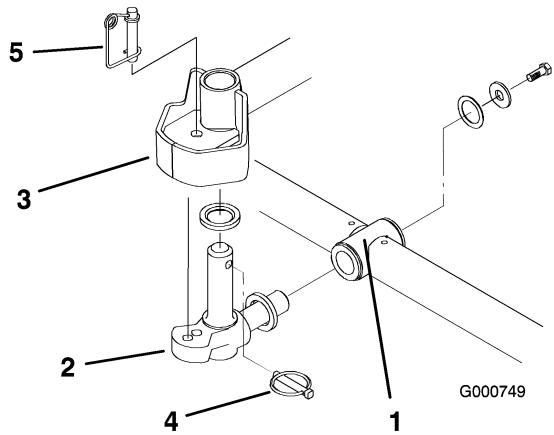

Figura 5
6. Introduzca una arandela de empuje en el eje horizontal del pivote tal y como muestra Figura 5.
7. Introduzca el eje horizontal del pivote en el tubo de montaje del bastidor de tiro (Figura 5).
8. Fije el pivote al bastidor de tiro con una arandela de empuje, una arandela plana y un tornillo de caperuza con arandela prensada (Figura 5).
9. Introduzca una arandela de empuje en el eje vertical del pivote (Figura 5).
10. Si no está ya instalado, introduzca el eje vertical del pivote en el buje de pivote del brazo de elevación (Figura 5). Guíe el pivote a su lugar entre las dos piezas de goma de centrado del lado inferior de la chapa de dirección del brazo de elevación.
11. Introduzca el pasador de seguridad en el taladro transversal del eje del pivote (Figura 5).
- Nota:** Si se requiere fijar la posición de la unidad de corte, introduzca el pasador de bloqueo de la dirección en el taladro de montaje del pivote (Figura 5).
14. Enganche el alambre del muelle alrededor de la parte inferior del pasador de bloqueo de la dirección (Figura 5).